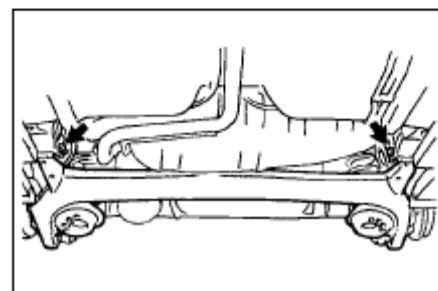

Рис. 224
(1) Поднимите с помощью домкрата заднюю балку
(2) Выкрутите два болта и снимите балку заднего моста (рис. 224)
- (2) Снимите втулки с оси с помощью специального инструмента(рис. 224)